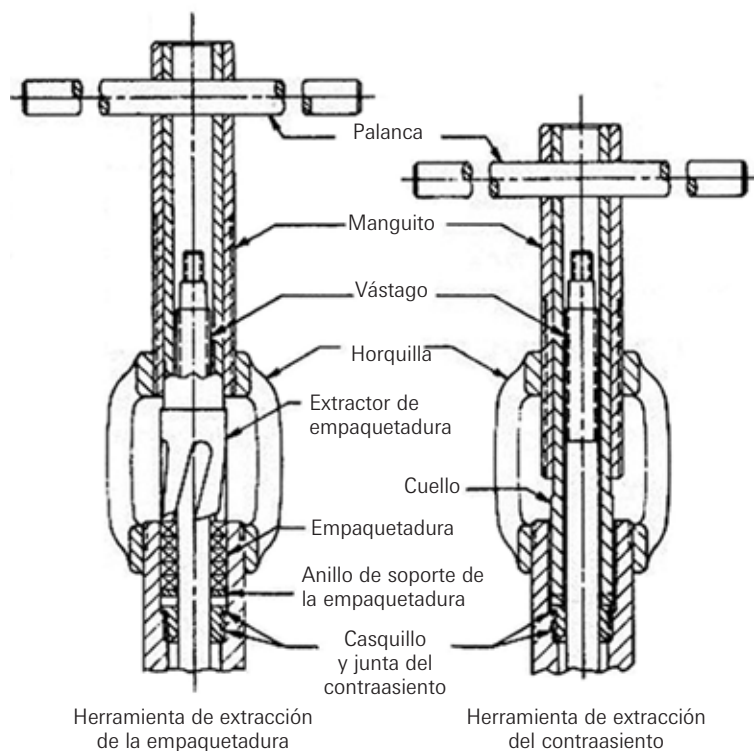

Figura 5
4. Inserción extractora de la empaquetadura (Figura 5):
5. Inserción de la herramienta del contraasiento (Figura 5):